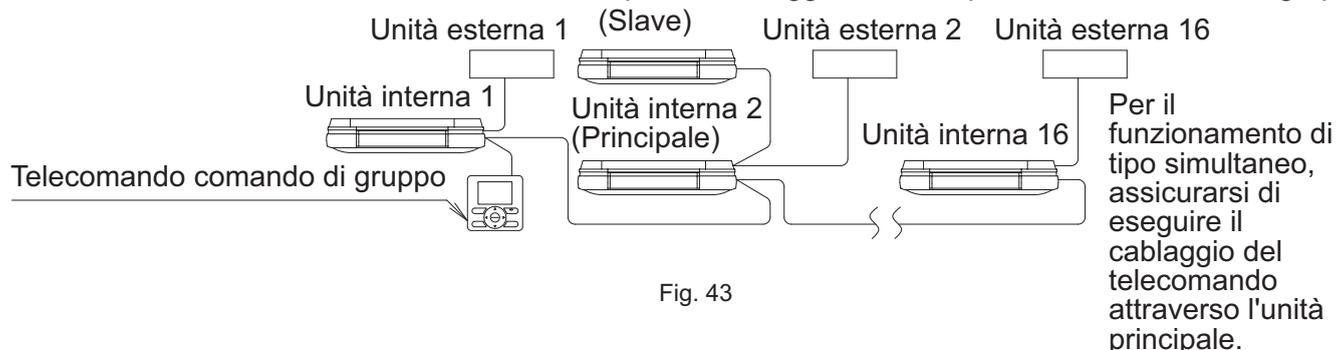

Fig. 43
- Se si utilizza l'apparecchiatura come unità accoppiata o unità principale per il funzionamento simultaneo di più unità, si può comandare simultaneamente (in gruppo) l'accensione/lo spegnimento di 16 unità max. con il comando a distanza. **(Fare riferimento alla Fig. 43)**